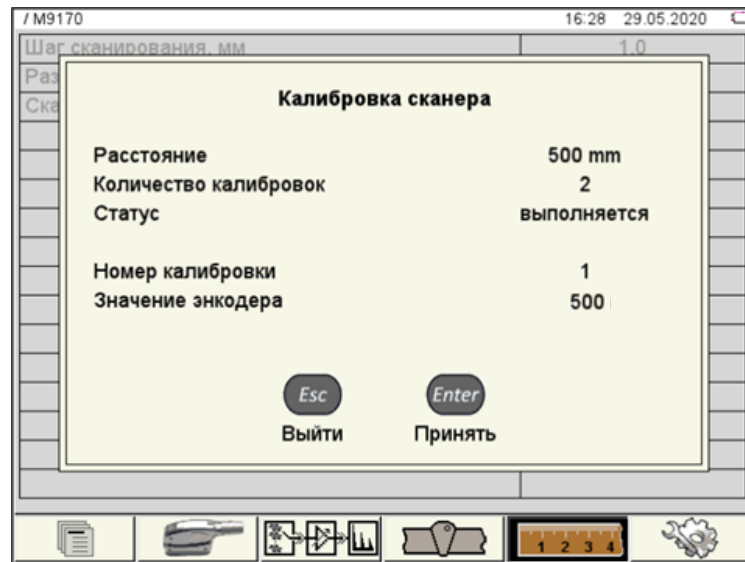

Рисунок 15
2.3.9 Нажать клавишу **Enter** (Начать), при этом индикаторы на корпусе прибора  начнут одновременно мигать, показывая, что необходимо перемещение сканирующего устройства между метками. Начать перемещение сканера в выбранном диапазоне. При достижении конечной метки (в нашем примере, когда ее достигнет ось задних колес) нажать клавишу **Enter** (Принять) (рисунок 15) – индикаторы   горят постоянно.